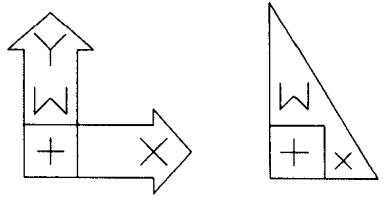

图1.10
- 在模型空间中，UCS图标的形状是两个宽宽的箭头，见图1.10。在图纸空间中，其形状是包括30度和60度角的直角三角形，短边指向X轴正向。